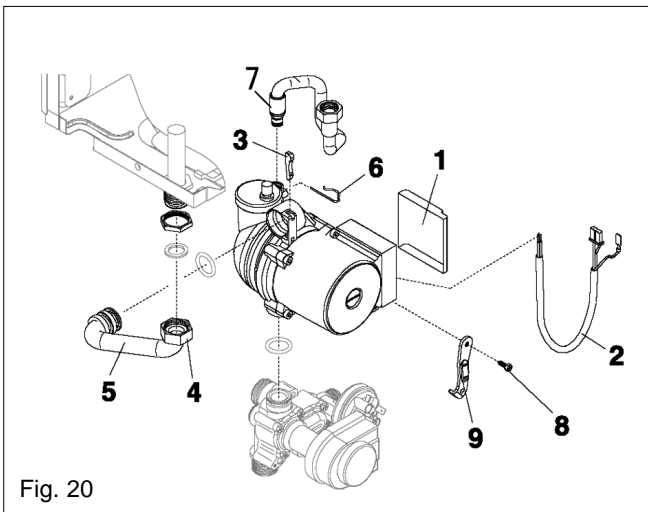

Fig. 20
6.5 PUMP ASSEMBLY fig. 20
6.7 AUTOMATIC AIR RELEASE VALVE fig. 20 (AAV)